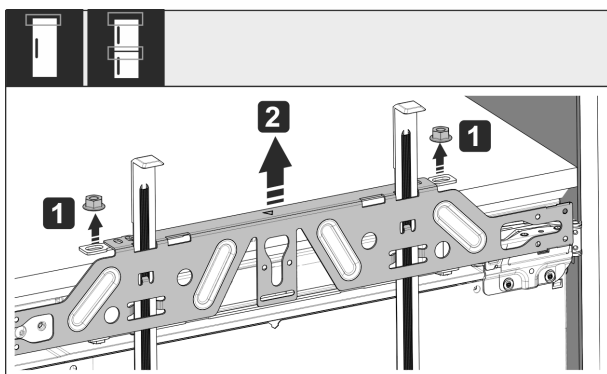

Fig. 56
- ▶ Открутите контргайки Fig. 56 (1).
- ▶ Снимите крепежную поперечину Fig. 56 (2).